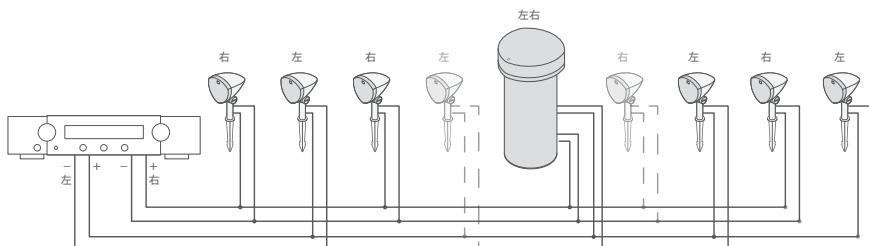

图 3
- 按照下一页第 6 节“安装卫星扬声器”中的接线说明，将扬声器线穿过沟槽。我们建议为每个扬声器多留 14-16 英寸(约 35-40 厘米)的线缆，这样当沟槽中的土覆盖线缆时，线缆就不会扭结或拉紧。图 3 显示的是使用立体声放大器的整个系统接线。请注意，对于稍大的应用场合，可以额外购买安装一对卫星扬声器。
- 正确连接所有卫星扬声器和低音炮后，确保关闭放大器/接收器电源。将左/右扬声器线连接到放大器/接收器上匹配的正极（+）和负极（-）端子（参见图 3 中的放大器接线图）。